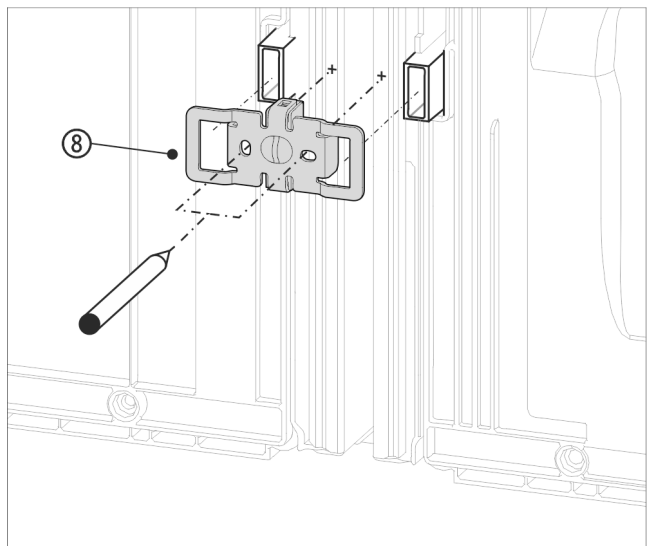

Fig. 16 Shembull ilustrues
- ▶ Shtyni profilin Fig. 16 (8) me pjesët e prera mbi folenë për ruajtësin e distancës nga muri.